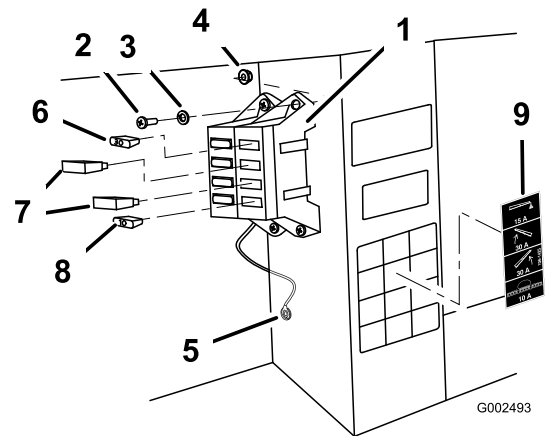

Bild 8
5. Schließen Sie das schwarze Erdkabel mit der Fächerscheibe an die bestehende 1/4 Zoll Schraube innen am Fahrzeugchassis an (Bild 8).
7. Bauen Sie den Sicherungsblock und den Kabelbaum neben dem bestehenden Sicherungsblock am Rahmen ein. Verwenden Sie zwei Schrauben (Nr. 10-24 x 3/4 Zoll) und zwei Sicherungsmuttern (Nr. 10-24), siehe Bild 8.
- A. Setzen Sie den 30 A Überlastungsschutz (2 Stück) in den linken und rechten Sicherungsschlitz des Auslegerhubs ein (Bild 8).
- B. Setzen Sie die 10 Ampere Sicherung in den Stromsicherungsschlitz des Sprühsystems ein (Bild 8).